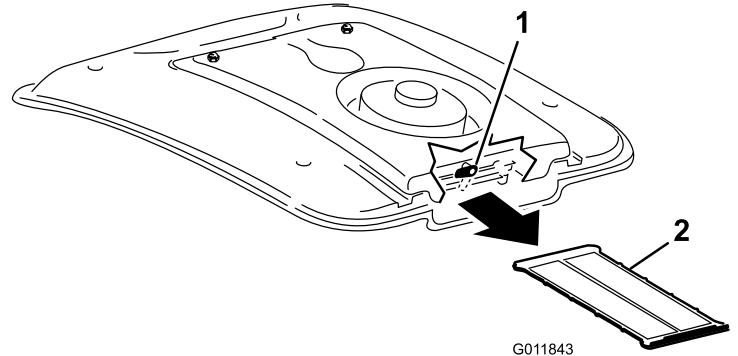

Figura 90
2. En la parte trasera del soporte del ventilador, gire el cierre a un lado (Figura 90).
3. Retire el filtro del aire acondicionado de debajo del serpentín del aire acondicionado (Figura 90).
4. Limpie la rejilla a fondo con aire comprimido (Figura 90).